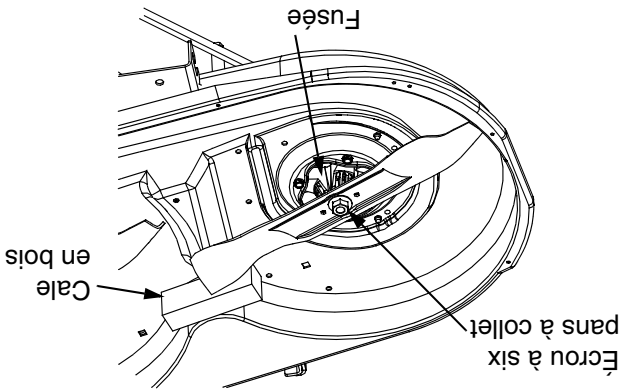

Figure 35
- Avec une clé de 15/16es de po, tenez l'écrou à six pans sur le haut de la fusée en desserrant l'écrou à six pans qui retient la lame. Une cale en bois peut être placée entre l'habitacle du plateau de coupe et le tranchant de la lame pour dégager l'écrou à six pans qui retient la lame. Voir la Figure 35.